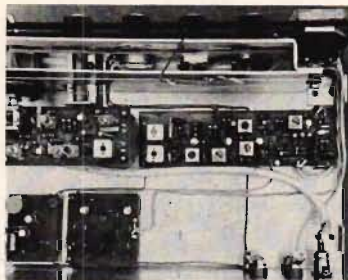

Fig 1. 2 m-mottagare uppbyggd med moduler från Hobby-Produkter. — Liknande moduler säljes också av Svebry.
Fig 1. Så här fungerar det elektroniska bilbältet: När föraren — eller passageraren — sätter sig, trycks en kontakt ner i sätet (1). När man sedan spänner fast bältet sluts en annan kontakt (2). När slutligen bältet är justerat, sluts tändningskretsen genom en ultraljudsignal från en sändare i bältet (3) till en mottagare på vindrutans övre kant (4), och först då kan motorn startas.